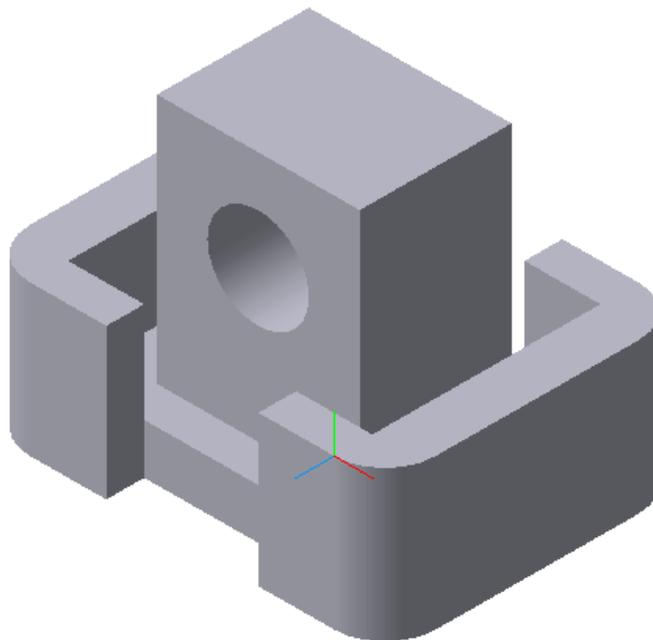

Рисунок 54
6. Осуществляем скругление ребер призматического основания детали. С этой целью используем команду **Операции** — **Скругление**, задаем радиус 10 мм и указываем поочередно все четыре вертикальных ребра призмы-основания. Для удобства построений используется кнопка **Повернуть**, затем нажимаем кнопку **Создать объект** (рисунок 54).